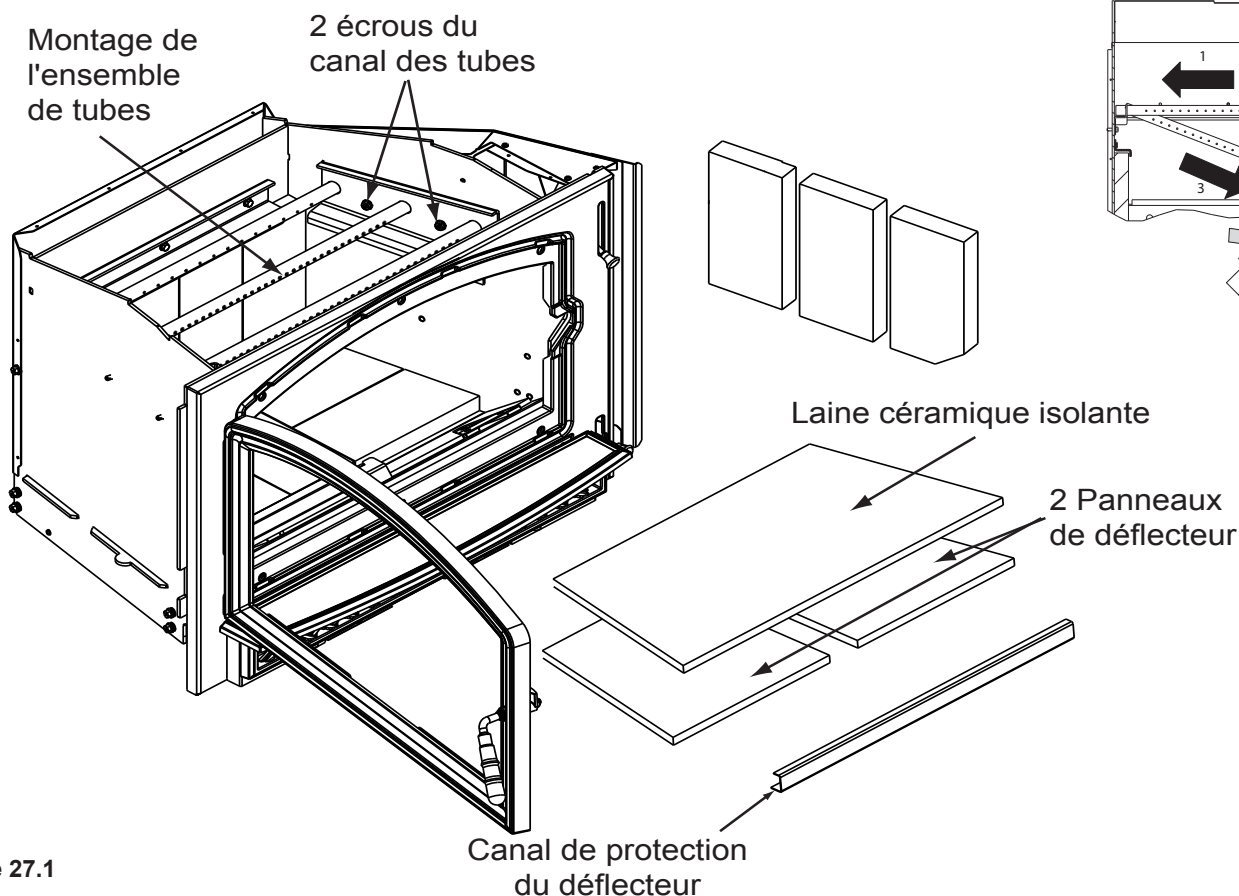

Figure 27.1
2. Retirez l'ensemble de protection du déflecteur en pliant l'arrière des déflecteurs à l'aide de pinces à nez effilé situées à la droite et à la gauche de la couverture de protection. Soulevez légèrement le couvercle et tirez vers l'avant et l'arrière de la boîte à feu (**Figure 27.1**).